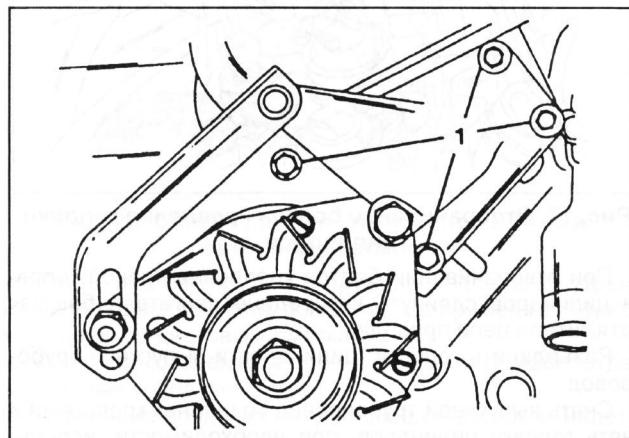

Рис. 15. Крепление генератора.
- ◆ Снять генератор вместе с деталями крепления. Для этого отвернуть четыре болта крепления кронштейна генератора (см. рис. 15) и болт и гайку крепления натяжителя генератора. Снять ремень привода генератора.